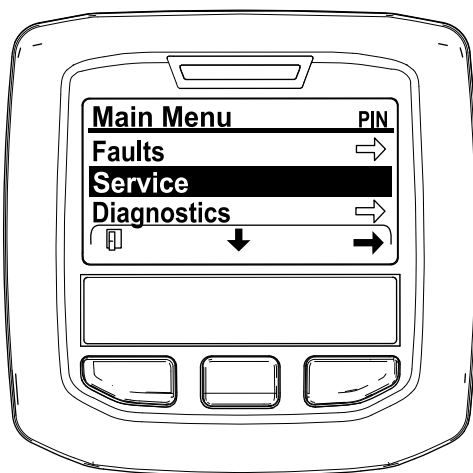

Figura 29
2. Navigate al MENU PRINCIPALE, premete il pulsante centrale per scorrere fino all'opzione MENU MANUTENZIONE, poi premete il pulsante destro per selezionare l'opzione MANUTENZIONE (Figura 29).